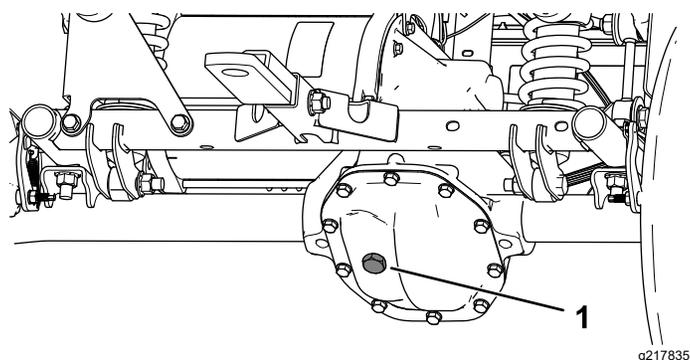

Рисунок 50
4. Снимите пробку заливного отверстия в коробке передач (Рисунок 50).
5. Если уровень жидкости низкий, снимите пробку заливного отверстия и доливайте жидкость указанного типа до тех пор, пока она не начнет вытекать из отверстия (Рисунок 50).
4. Отверните крышку заливного отверстия в коробке передач и залейте в коробку передач жидкость указанного типа до тех пор, пока она не начнет вытекать из заливного отверстия (Рисунок 50).